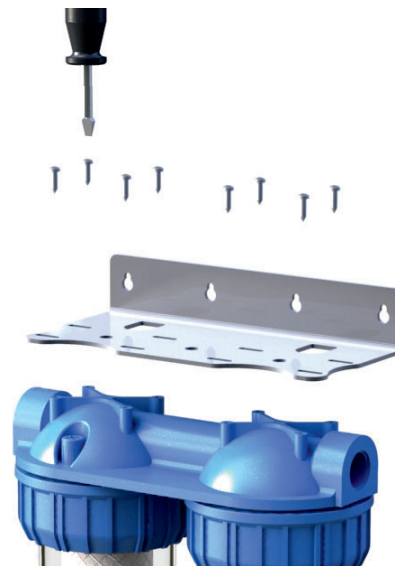

Abb. 3
- Entlüften des Ionentauschers und des Feinfilters (siehe Abschnitt 3, Abb. 3)